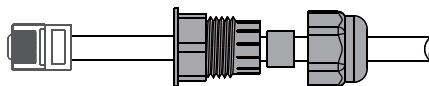

Abbildung 4.5-3 Bedienschritte
Schritt 3-1 Führen Sie das RJ45-Kabel durch die Stahlplatte und schließen Sie das DRED-Kabel an den RJ45-Klemme an. Wie in Abbildung 4.5-3 dargestellt, beschreibt Tabelle 4-9 die Definition des 6-poligen Anschlusses.